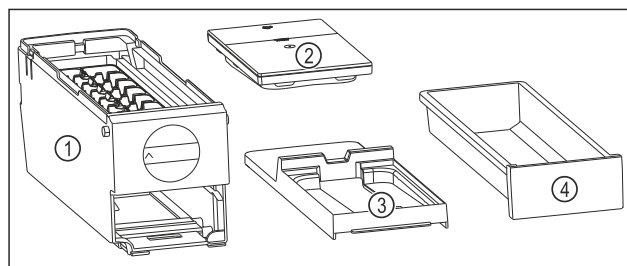

Fig. 98 Komponenter i EasyTwist-Ice
- EasyTwist-Ice er delt inn i fire deler. (se Fig. 98)
- Demonter kun delene til EasyTwist-Ice som er angitt på bildet. (se Fig. 98)
- Hoveddelen til EasyTwist-Ice Fig. 98 (1) rengjøres som en del.